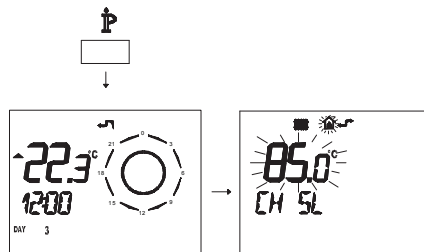

Fig. 5.67
- Premere per più di 3 secondi il pulsante **P** per entrare in modalità **INFO** (Fig. 5.67).